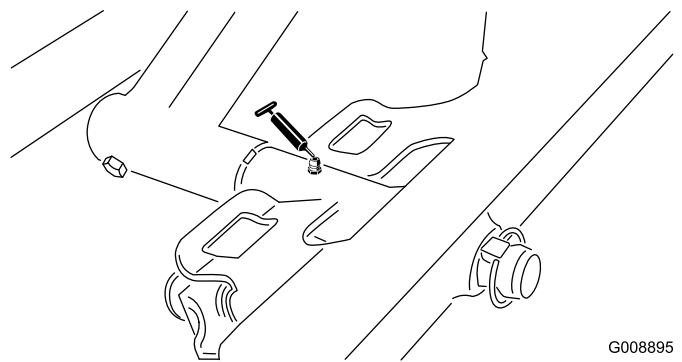

Figura 45
- Articulação da unidade de corte dianteira (Figura 45)